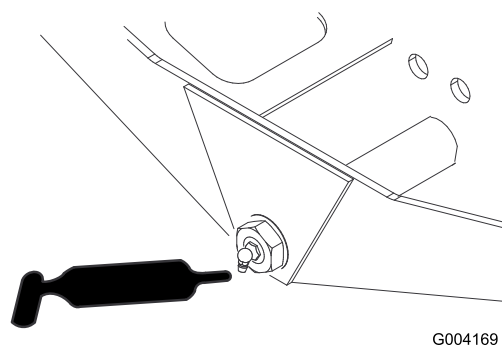

図 55
- ・ アクスルのステアリングピボット（1ヶ所）（図 55）